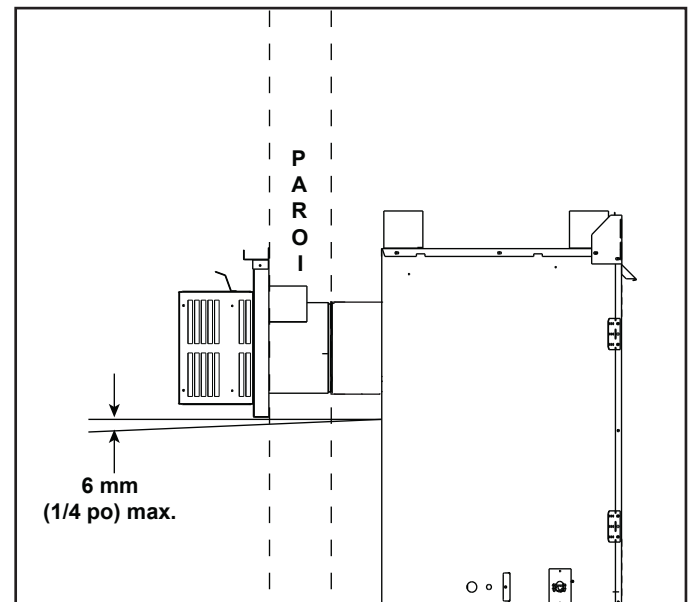

Figure 4.11
- Le chapeau de l'extrémité horizontale devrait avoir une inclinaison vers le bas de 6 mm (1/4 po) afin de permettre à toute humidité dans le chapeau d'être libérée. Voir la figure 4.11.